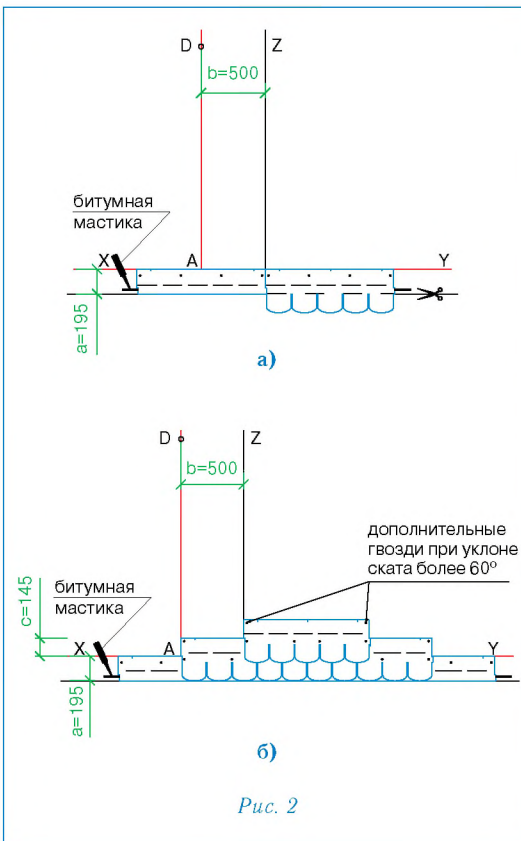

Рис. 2
Укладка материала (рис. 2)
- Начальный ряд формируется из листов черепицы АНТИК обрезанных по линии, образованной конечными точками вырезов. Полученные таким образом полосы шириной 19,5 см укладываются по линии карниза в обе стороны от линии Z (рис. 2а) и фиксируются по нижнему краю битумной мастикой, а по верхней кромке 4 гвоздями (ось гвоздей на 5 см ниже верхнего края полосы);
- далее первый ряд черепицы укладывается от линии AD (рис. 2б);
- второй ряд укладывается от линии Z (со смещением 50 см от AD) (рис. 2б);
Каждый лист черепицы АНТИК крепится 4 гвоздями (ось гвоздей на линии битумных клеевых полос) таким образом, чтобы гвоздь прошивал и верхний край нижележащего листа черепицы (рис. 2б).